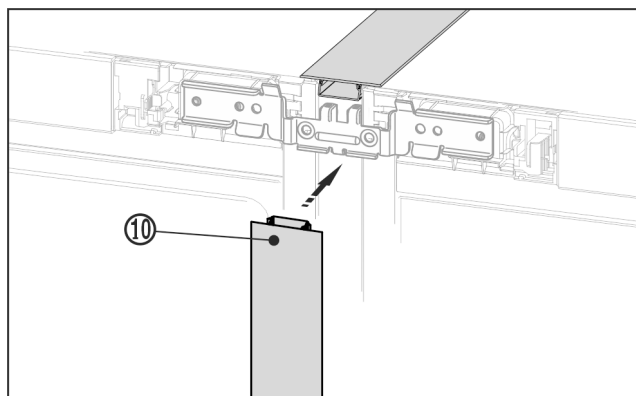

Fig. 23 *
- ▶ Na přední straně zatlačte dlouhou krycí lištu Fig. 23 (10) do svislé spáry. Dbejte na to, aby lišta stála na spojovacím plechu.*